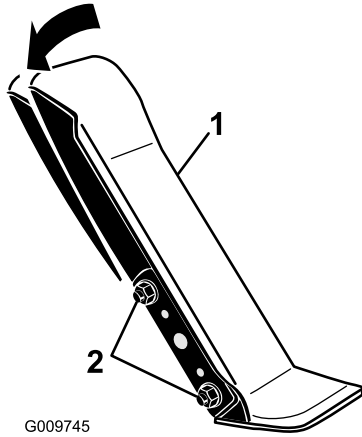

Bild 57
1. Lösen Sie die zwei Muttern und Schrauben, mit denen die linke Seite des Fahrpedals an der Halterung befestigt ist (Bild 57).
2. Drehen Sie das Pedal auf den gewünschten Winkel und ziehen Sie die Muttern an (Bild 57).